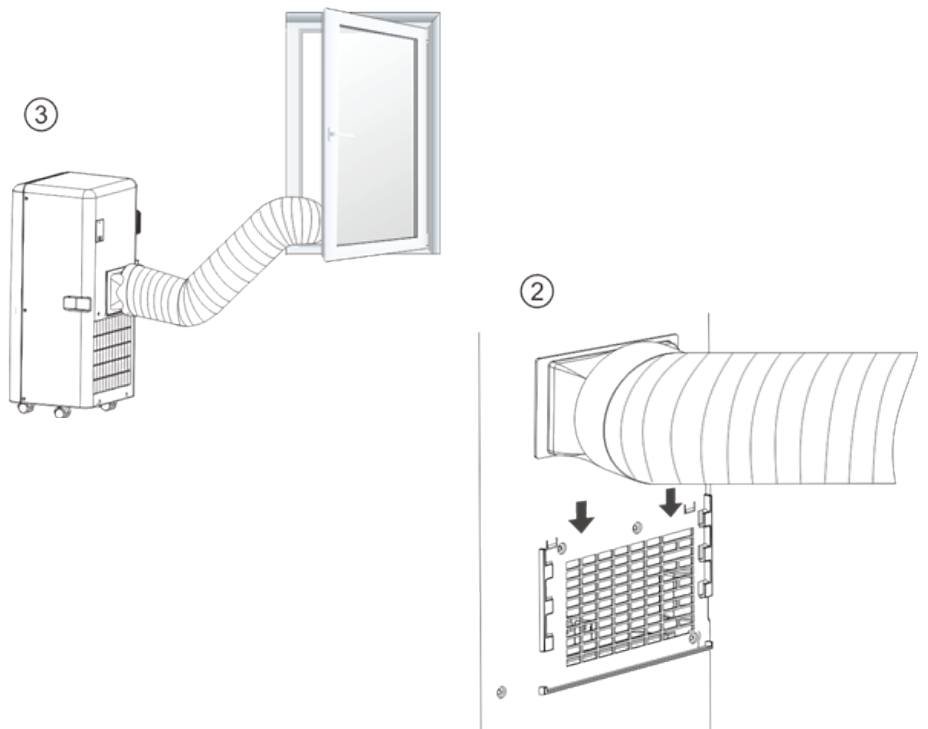

Fig.4
2. Insérez le clip de fixation carré dans les ouvertures à l'arrière du climatiseur (voir Fig. 4).